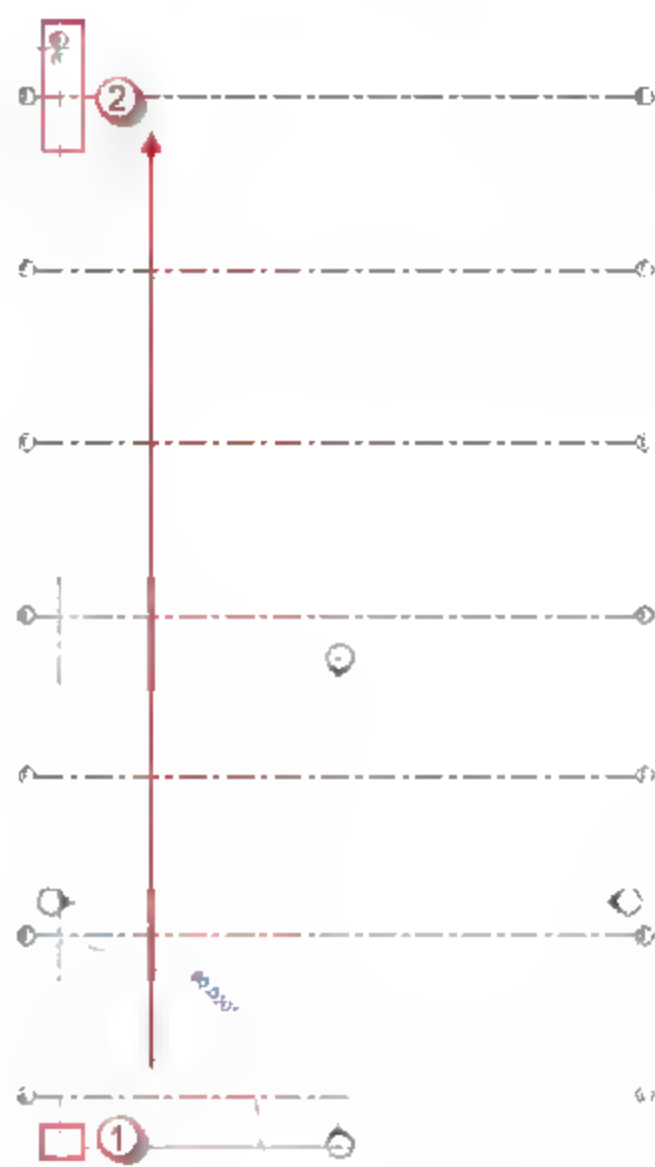

图 1.3.9 绘制一根垂直轴线
(7) 绘制一根垂直轴线。按快捷键 **G+R**，从屏幕操作区的下侧向上侧绘制一条任意长度的垂直轴线，如图 1.3.9 所示。